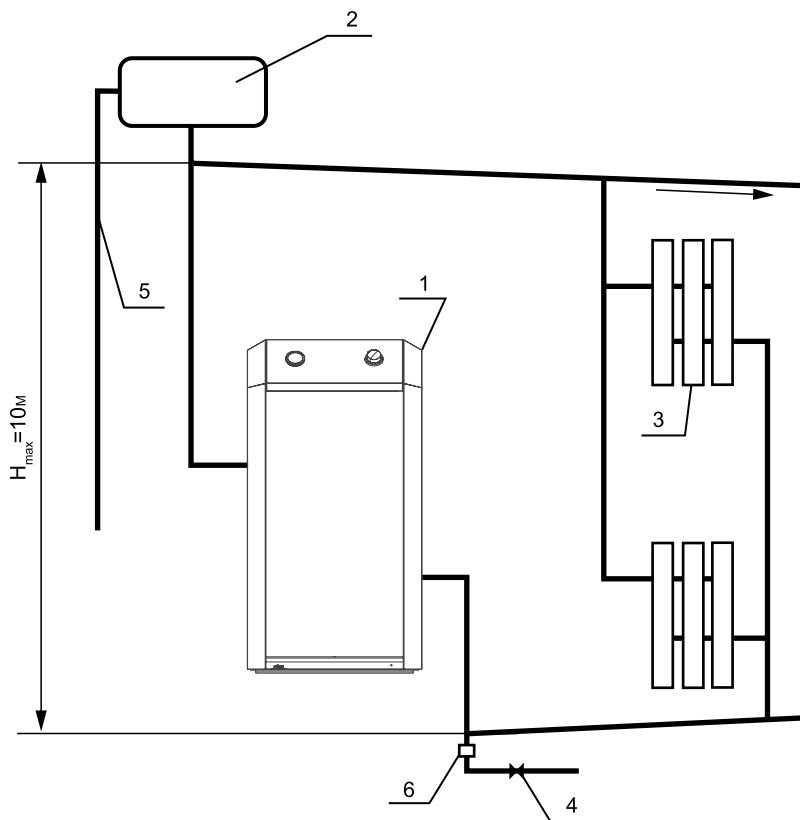

Рис. 2.
- 6.7. Расширительный бачок устанавливается в верхней точке главного стояка, желательо в отапливаемом помещении. Запрещается устанавливать вентиль на сигнальной трубе (см. рис. 2, 3).